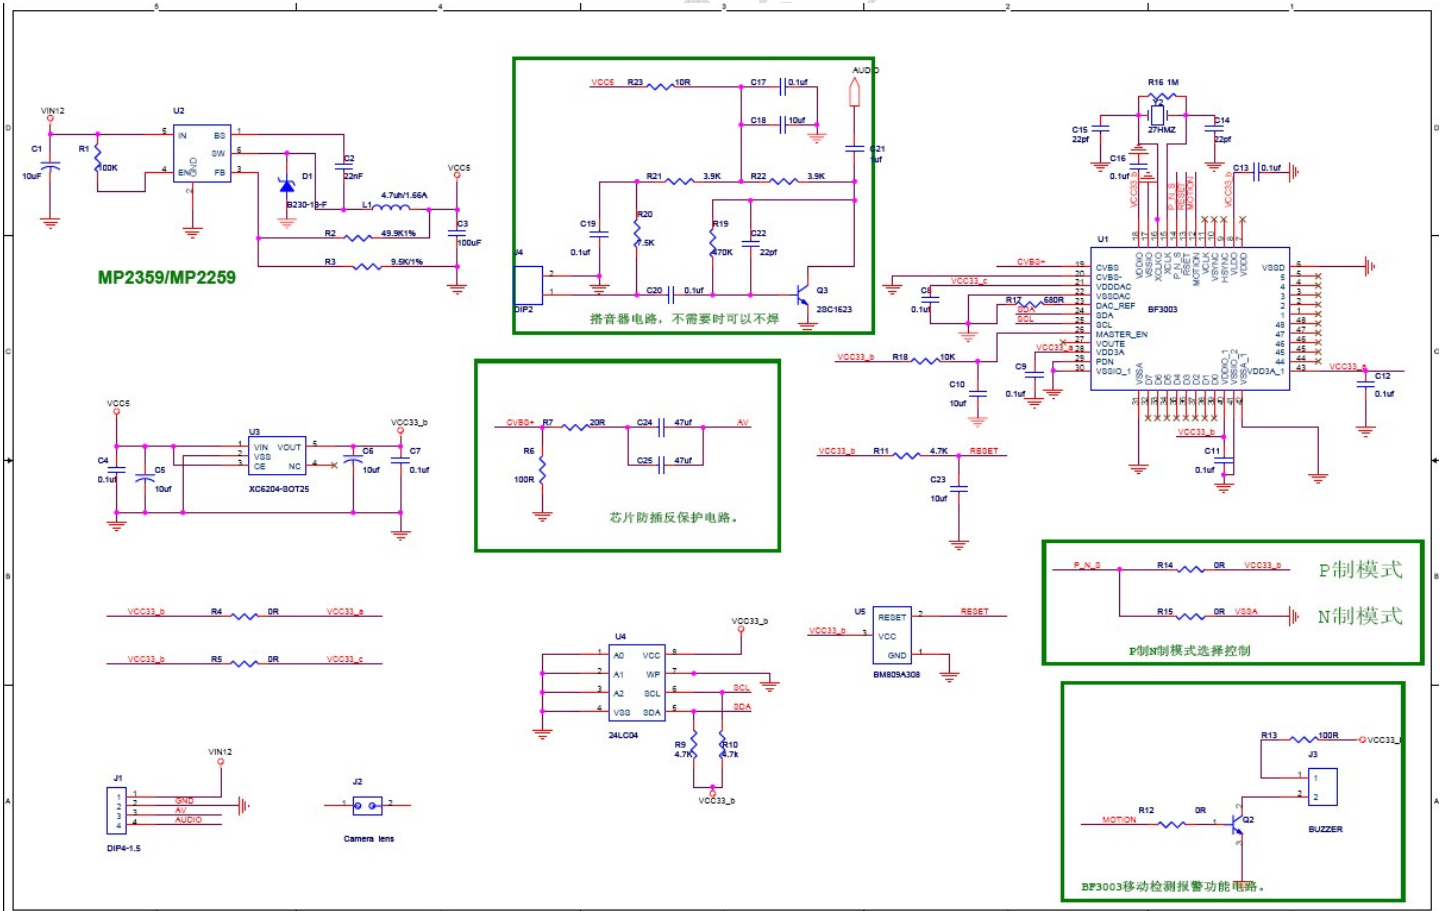

图 5-2 MP2359+BYD3003 完整设计参考方案
- 请参考下图 5-2，图中用绿线框起来的部分电路从上到下分别为：搭音器电路、芯片防插反保护电路、P 制 N 制模式选择控制电路、芯片移动检测报警电路；